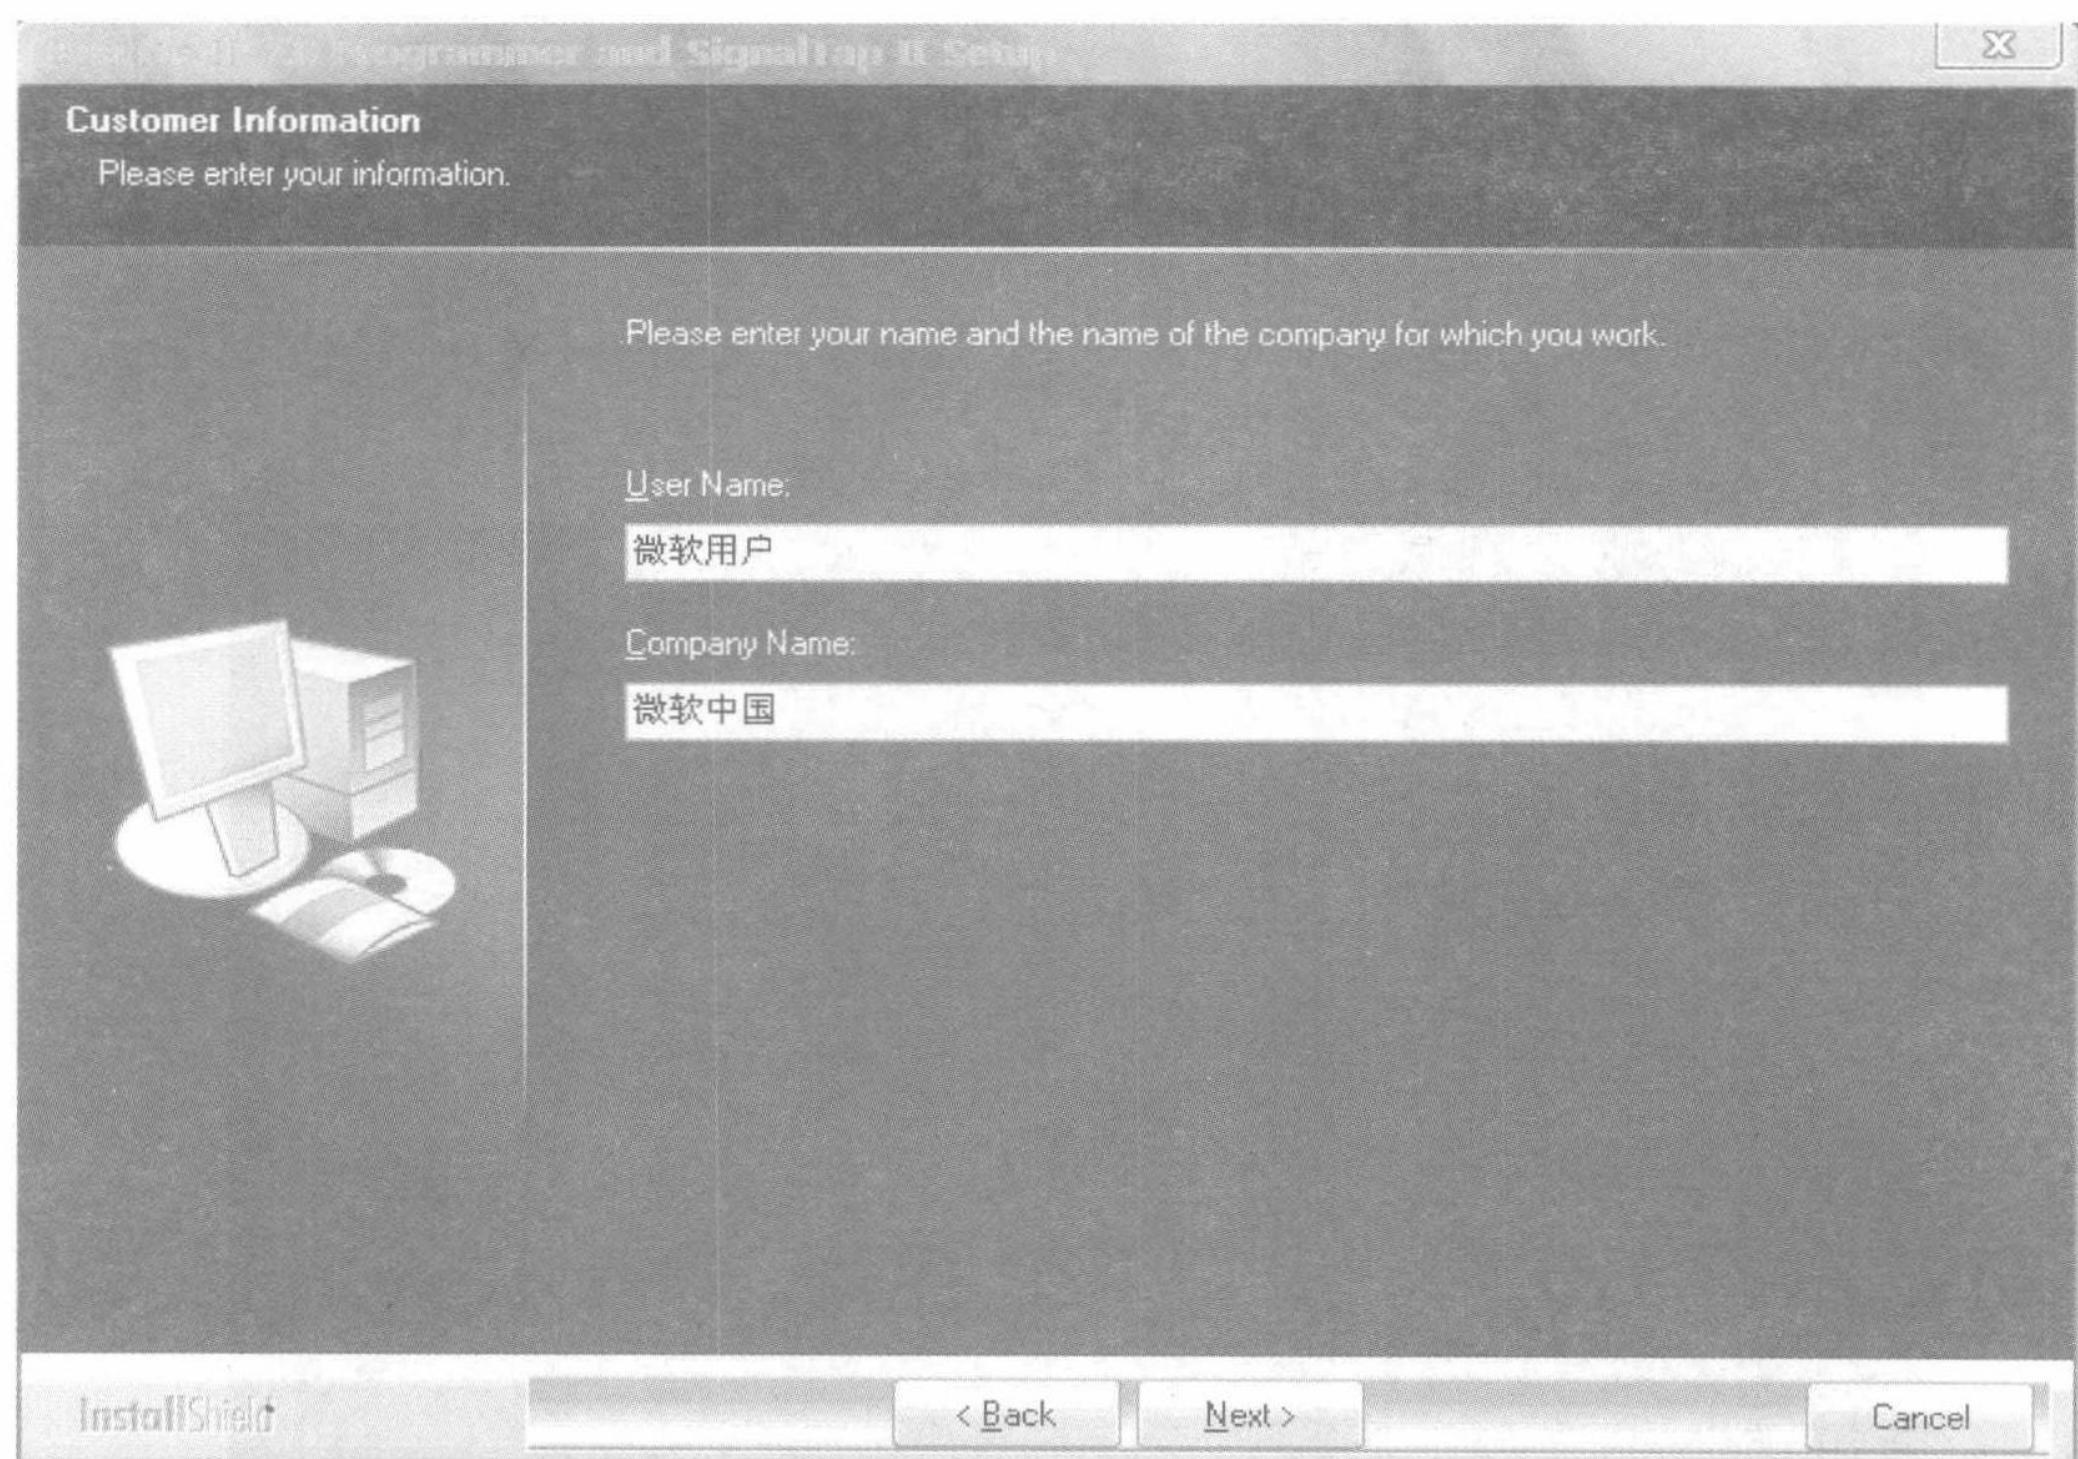

图 1.3 “用户信息输入”对话框
(3) 继续点击【Next】按钮后，弹出如图 1.3 所示的对话框，在上面空白处输入用户名，下面空白处输入公司名，这个可以任意填写。填好后【Next】按钮呈可选状态。（“我的安装软件用户名”默认为微软用户，“公司名”默认为微软中国）